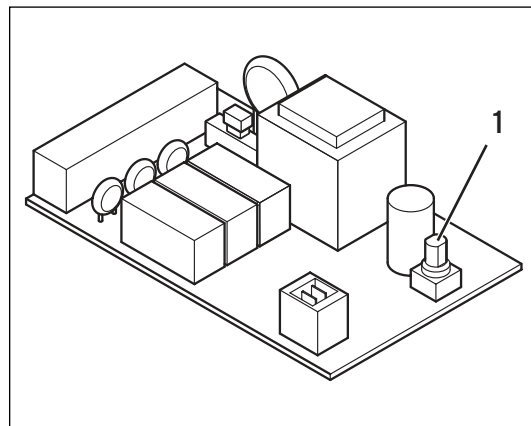

Fig. 4.3 Indstilling af busadresse
- Indstil de enkelte buskoblere adressekontakt (1) (se fig. 4.3) på deres busadresse. Busadressen retter sig efter buskoblere position inden for kaskaden. Den første buskobler får busadressen 1, den anden adressen 2 osv. Buskoblerne vises i denne rækkefølge i displayet på den busmodulære styring calorMATIC 630 eller auroMATIC 620.